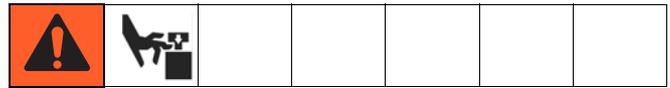

**FIG. 5 Comprobación de la relación de mezcla**
4. Coloque los extremos de las mangueras en un recipiente de residuos. Coloque dos tubos graduados del mismo tamaño cerca del recipiente de residuos. Consulte FIG. 5.
Asegúrese de volver a conectar las mangueras en las mismas válvulas en las que estaban originalmente conectadas. Si se invierten, el colector de mezcla se puede dañar. Consulte FIG. 5.